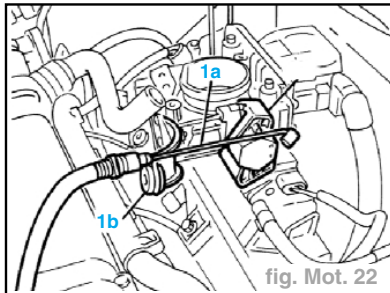

fig. Mot. 22
- Dévisser les vis (1a) et déposer le cache-poussoirs (1b) (fig. Mot. 22).